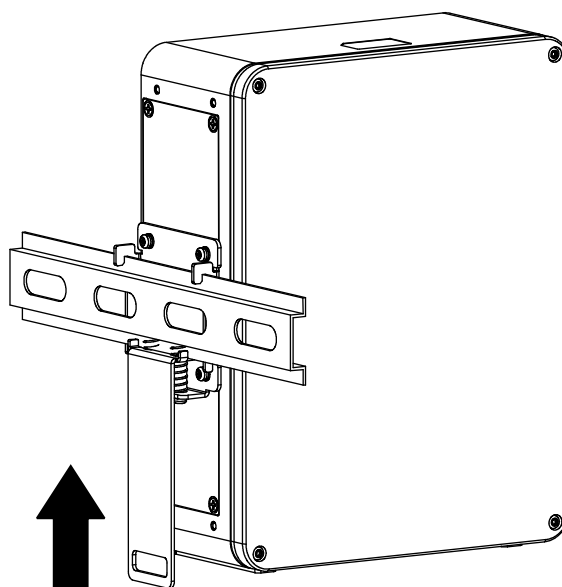

图3-5 卡板固定导轨
3. 松开 DIN 挂架卡板，确保 DIN 导轨固定在卡槽内，如图 3-5 所示。